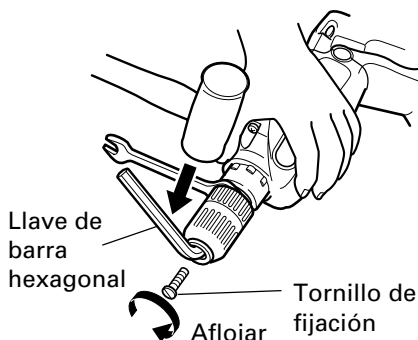

Fig. 11
(1) Desmontaje del portabrocas sin llave del taladro de percusión (Fig.11)